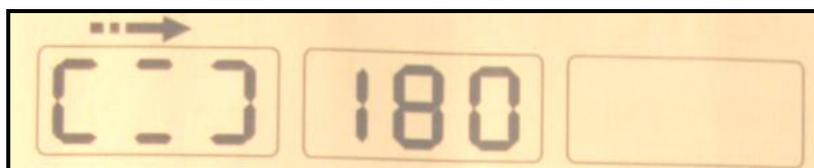

Рис. 11-1
11.1 Первый сценарий: ИЗМЕРИТЕЛЬНЫЙ ЦИКЛ ВЫПОЛНЕН, см. рис. 11-1
Нажать кнопку START. Первый измерительный цикл проведен (рис. 11-1).